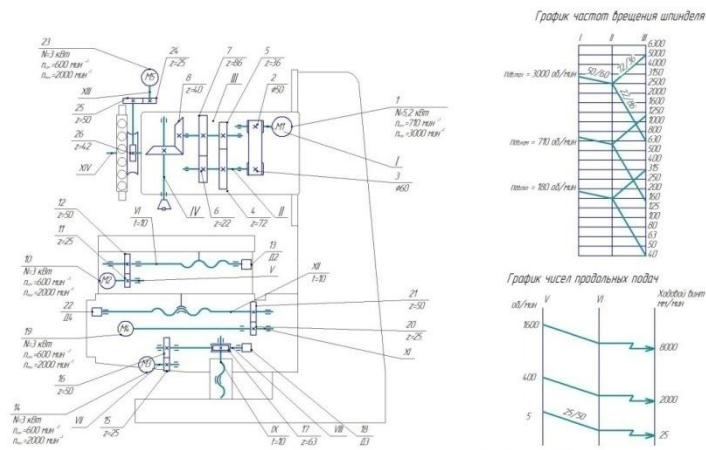

Рис. 1
8. По графику частот вращения определите диапазон регулирования двигателя (Рис. 1)